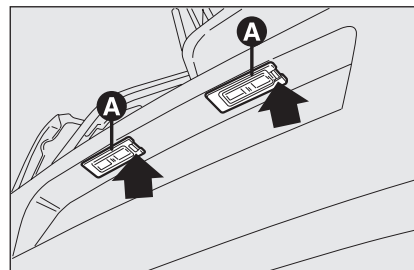

Abb. 30
- ☐ auf die mit dem Pfeil gekennzeichnete Stelle drücken und die Leuchtengruppe A-Abb. 30 abnehmen;